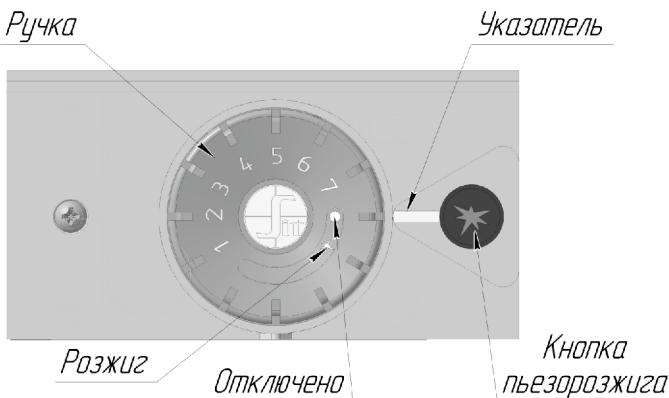

Рисунок 5 - Элементы управления на газовом блоке 630 EUROSIT
- Установить ручку газового блока в положение «Отключено» (см. рис.5),